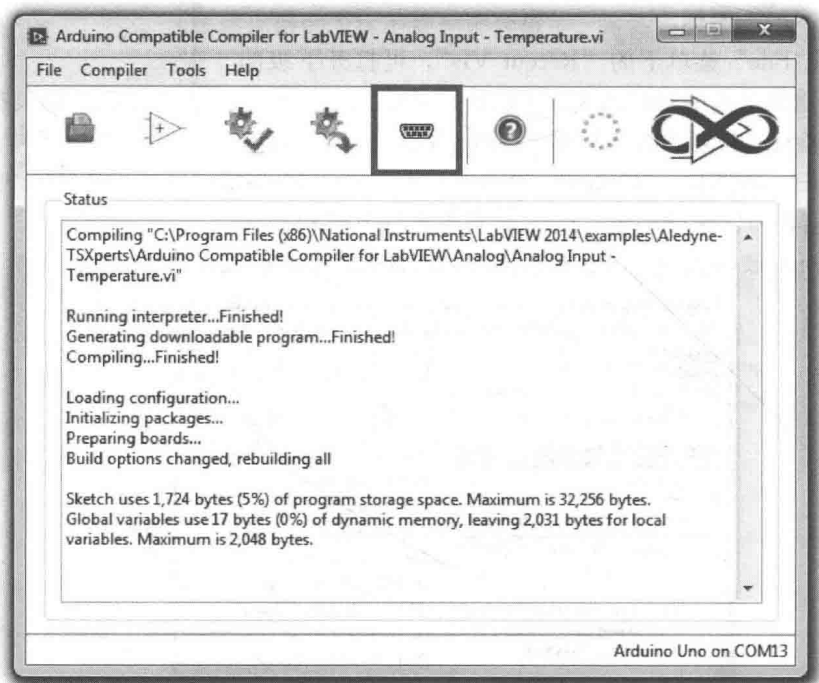

图 1-10 串口监视命令图标
(1) 串口监视命令图标。“LabVIEW Arduino 嵌入设计编译器”主屏工具栏第五个图标即用于串口监视命令图标 (见图 1-10)。